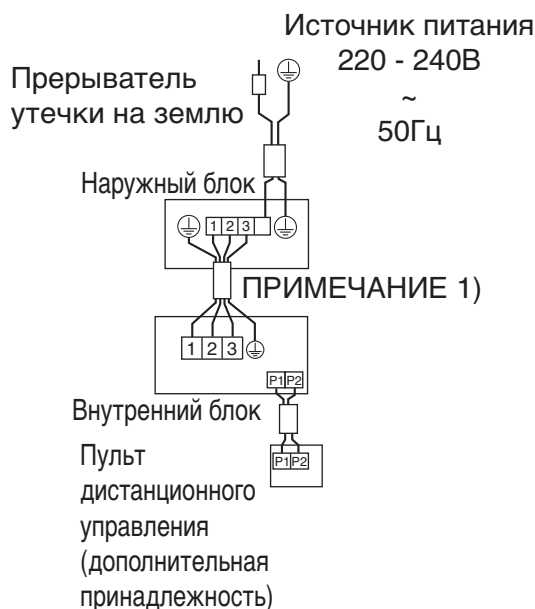

Рис. 31
- **Парный тип:** 1 пульт дистанционного управления управляет 1 внутренним блоком (стандартная система). (См. рис. 31)